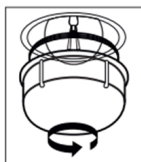

Figure 23
2. Retirez la protection en verre en la tournant dans le sens inverse des aiguilles d'une montre. (Voir Fig. 23) L'utilisation de gants en plastique peut vous aider si vous avez des difficultés à la faire tourner